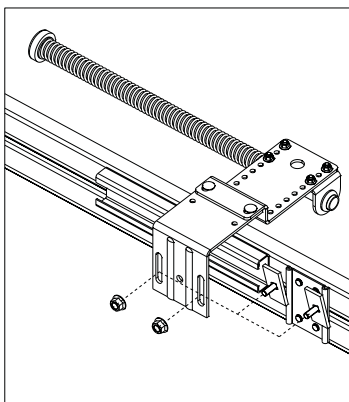

Рис.46.2
- Установить демпфер, заведя в С-профиль горизонтальной направляющей закладные пластины с болтами крепления М8х25 с полукруглой головкой (рис.46.2).